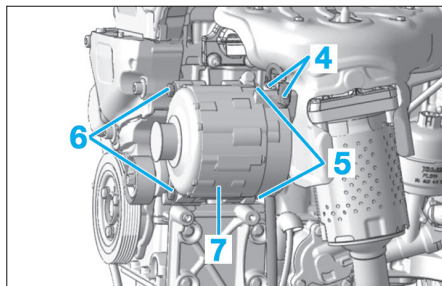

Fig. 12
- Déposer les fixations (2) du compresseur de réfrigération.
- Mettre le compresseur de réfrigération (3) en "drapeau".
- Débrancher les connecteurs de l'alternateur (4) (Fig.12).
- Dévisser les vis de fixation (5).
- les vis (6) de fixation de l'alternateur,
- l'alternateur (7) par le bas.